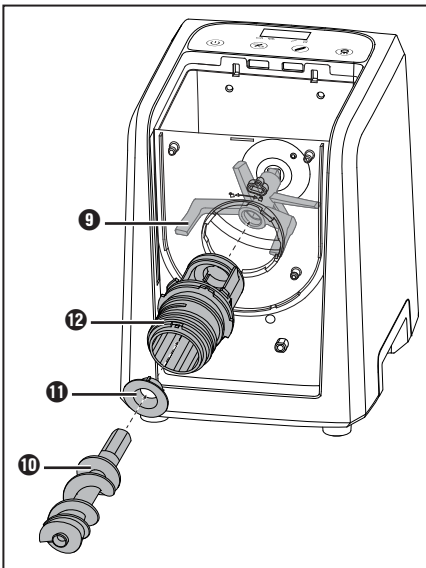
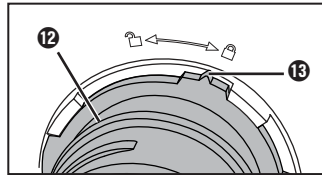

Fig. 3
Fig. 4
- 4) Introduzca el cojinete **11** en el extremo del soporte **12** de forma que las tres pestañas del cojinete **11** encajen en los alojamientos del soporte **12** (fig. 3).
- 5) Monte el soporte **12** en el recipiente para la masa **15**. Para ello, introduzca el extremo estrecho del soporte **12** por el orificio redondo del recipiente para la masa **15** (fig. 3). El soporte **12** solo puede introducirse en una posición por el orificio: con la marca **13** apuntando hacia el símbolo  del recipiente para la masa **15**. Para fijarlo, gire el soporte **12** en sentido horario hasta que la marca **13** del soporte **12** apunte hacia el símbolo  (fig. 4):
- 6) Tras esto, introduzca el extremo estrecho del eje de amasado **10** a través del soporte **12** de forma que se inserte en el alojamiento de los ganchos de amasado **9** (fig. 3). En caso necesario, meta la mano desde arriba en el recipiente para la masa **15** y mueva un poco los ganchos de amasado **9** hasta que pueda insertar el eje de amasado **10**.